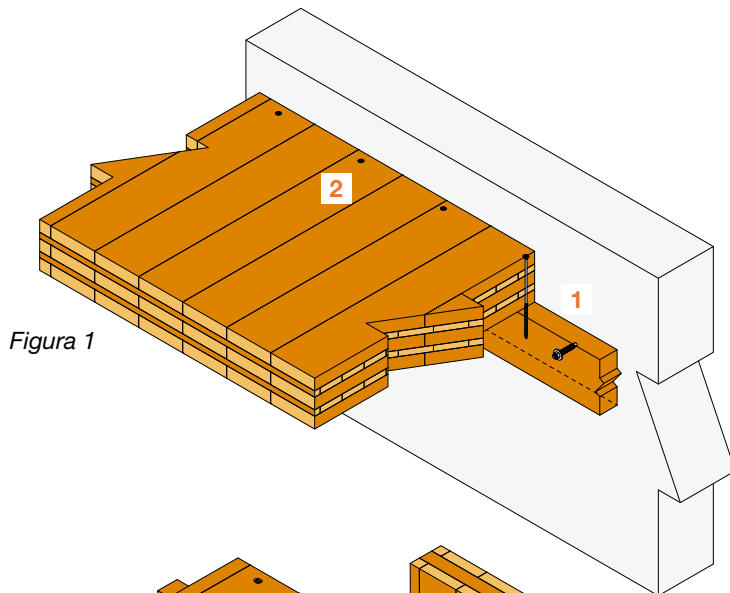

Figura 1
- cuando el soporte es de hormigón, hay que privilegiar el uso de pasadores de anclaje con arandela grande como los **WA-RL** (figura 1).
- cuando el listón es de madera, la fijación de la losa del forjado se realiza mediante tornillos **ESCR** o **ESCRC** (figura 1 o 2).